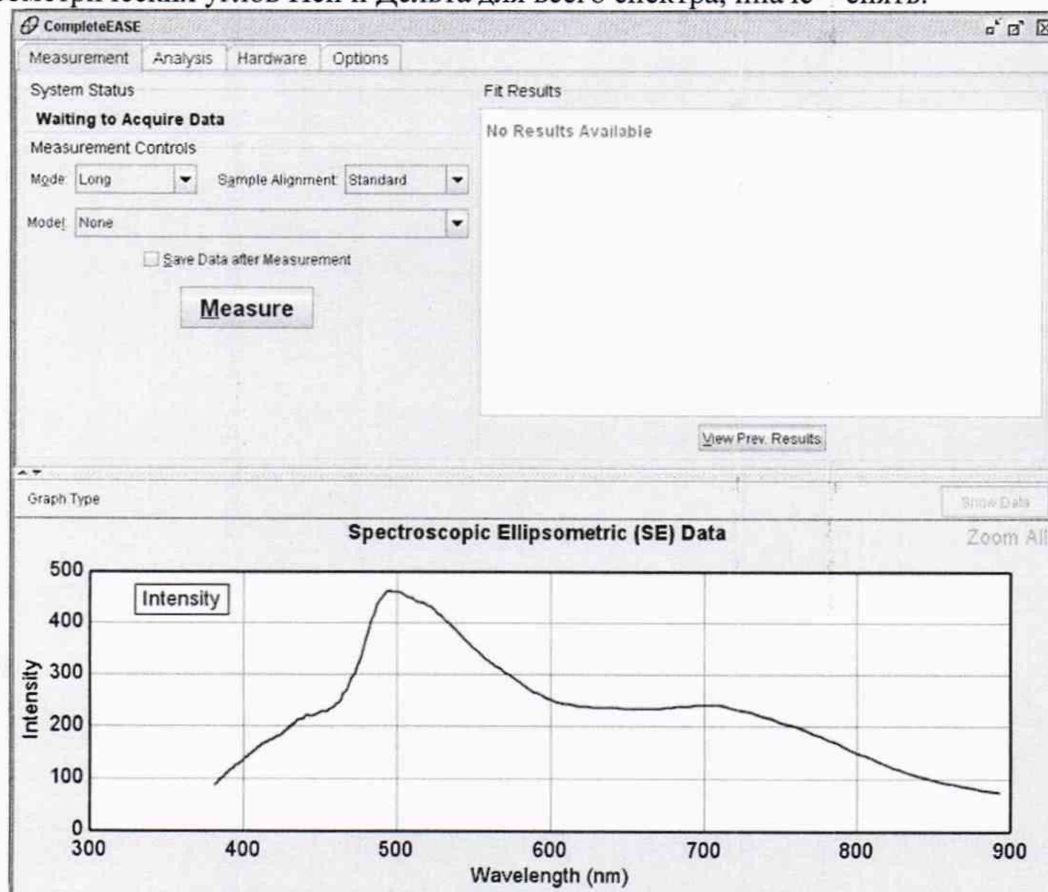
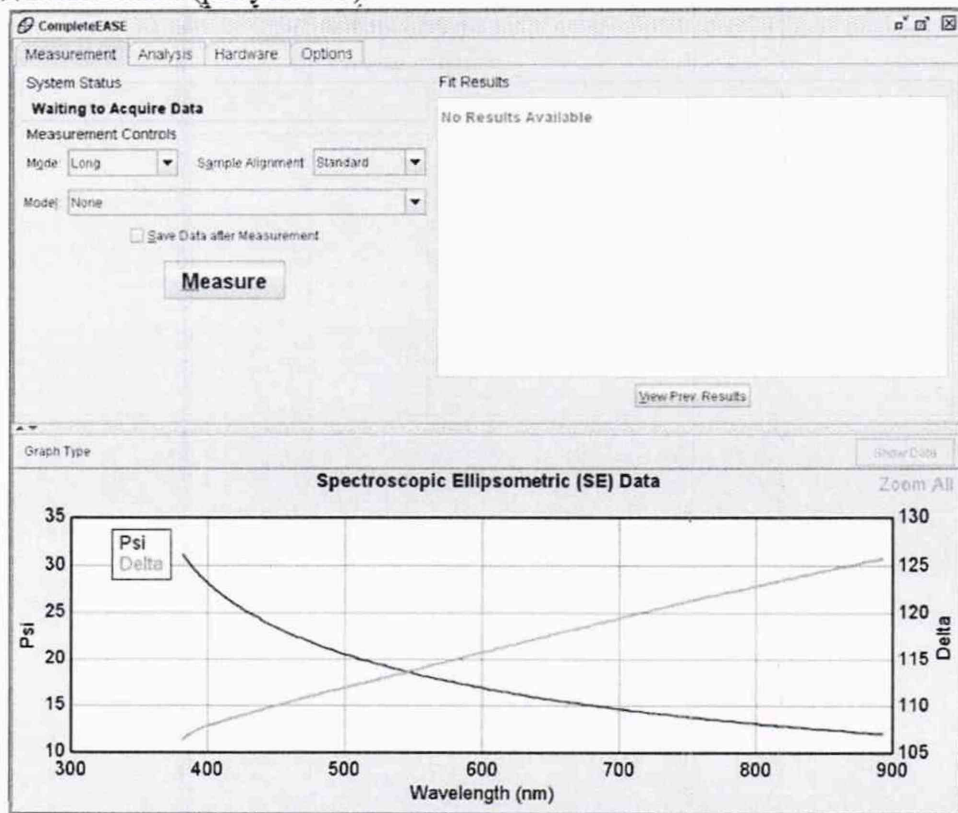

Рисунок 14 – Настройка закладки «Measurement»
Рисунок 15 – Получение результатов
10.2.2.6 Нажать кнопку «Measure» для начала измерений (рисунок 14). После завершения процесса измерений в нижней половине окна программы «CompleteEASY» появятся графики зависимости измеренных значений эллипсометрических углов Пси и Дельта от длины волны (рисунок 15).